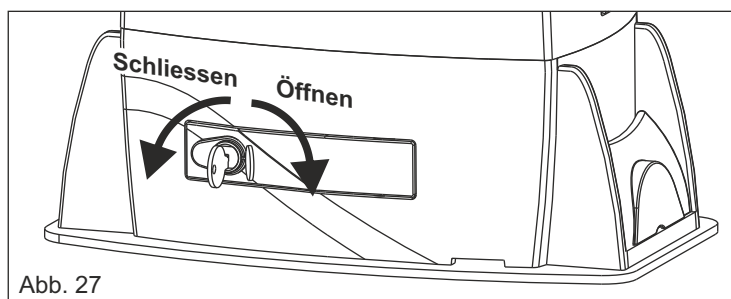

Abb. 27
- Die Schutzklappe des Schlosses öffnen, den Schlüssel einführen und um 90° im Uhrzeigersinn drehen (Abb.27).